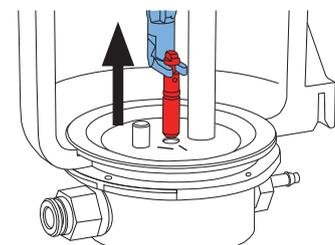

fig. 12
- Saisir la buse de dosage avec l'outil et la retirer en tirant vers le haut (fig.12)